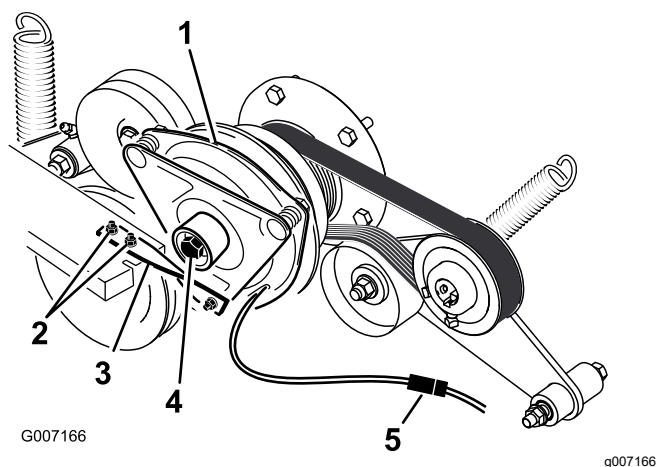

Figura 81
6. Scollegate la connessione elettrica della frizione (Figura 81).
7. Rimuovete i 2 bulloni che fissano la cinghia di gomma della frizione al telaio del tosaerba (Figura 81).
8. Rimuovete il bullone centrale che fissa la frizione all'albero motore e rimuovete la frizione e la chiave (Figura 81).
15. Tenendo l'albero a gomiti sulla parte posteriore della macchina, installate il bullone centrale e serratelo a 68 N·m (Figura 81).
16. Fissate la cinghia di gomma della frizione al telaio del tosaerba con i 2 bulloni e dadi precedentemente rimossi (Figura 81).
18. Collegate la connessione elettrica della frizione (Figura 81).